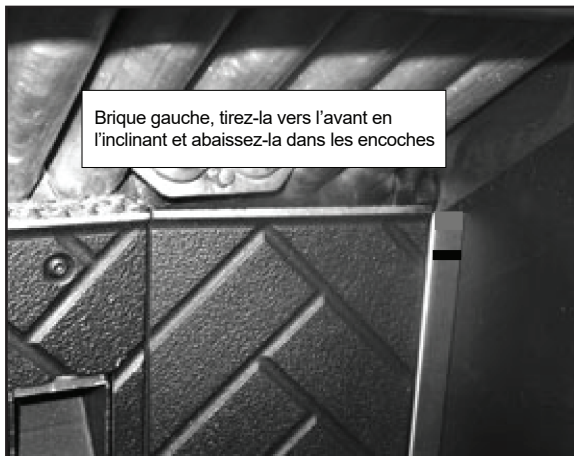

Figure 27.1
3. Soulevez légèrement et tirez vers l'avant le bord droit de la brique jusqu'à ce qu'il s'arrête et se mette en place dans les encoches supérieure et inférieure du support droit. **Figures 27.1 et 27.2.**